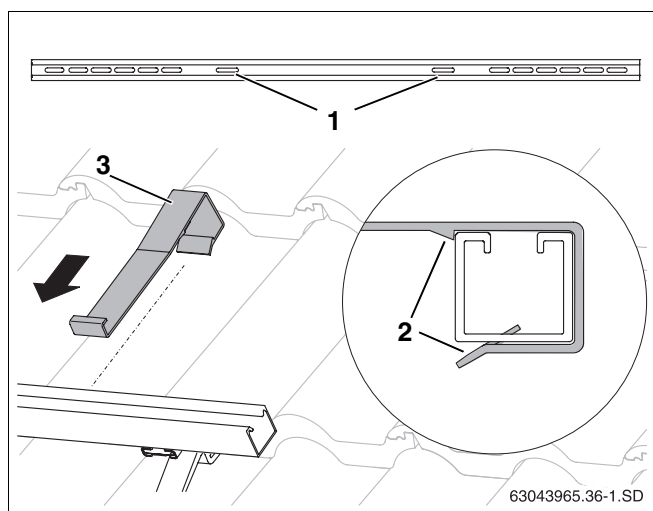

Fig. 34 Accrocher le dispositif de sécurité anti-glissement
- Glisser les dispositifs de sécurité anti-glissement (fig. 34, **pos. 3**) dans les perforations longitudinales intérieures (fig. 34, **pos. 1**) sur les rails profilés jusqu'à ce qu'ils s'enclenchent (fig. 34, **pos. 2**).